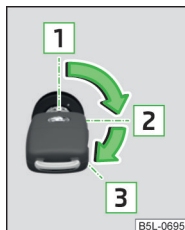

Fig. 117
Posições da chave do veículo no canhão de ignição » Fig. 117
- Rodar a chave para a posição **3** » Fig. 117 na página 99; é iniciado o processo de arranque. Soltar a chave, o motor arranca automaticamente.
- Rode a chave para a posição **1** » Fig. 117 na página 99.